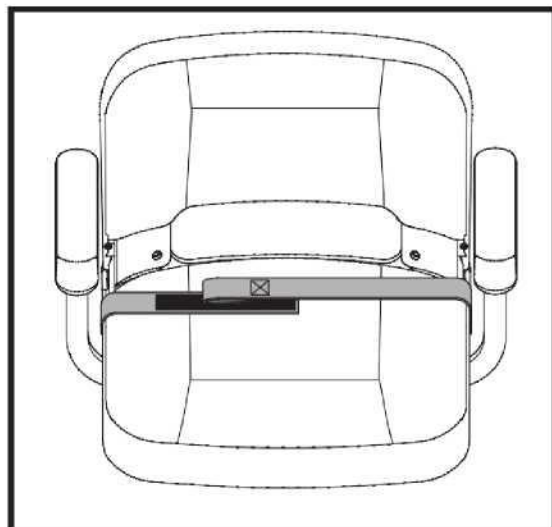

Abbildung 30. Klettverschluss
1. Richten Sie die beiden Seiten des Gurtes so aus, dass die Seite des Klettverschlusses mit den Maschen, direkt über der Seite des Klettverschlusses mit den Haken liegt. Drücken Sie beide Gurtteile zusammen um den Gurt zu befestigen. **Siehe Abbildung 30.**